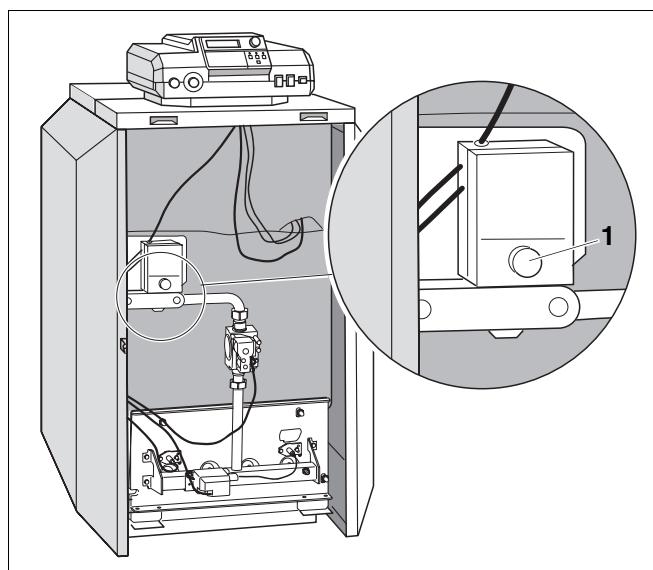

Fig. 29 Buton de resetare/led de avertizare
- Dacă clipește led-ul de pe butonul de resetare (Fig. 29, **Poz. 1**), apăsați butonul de resetare.